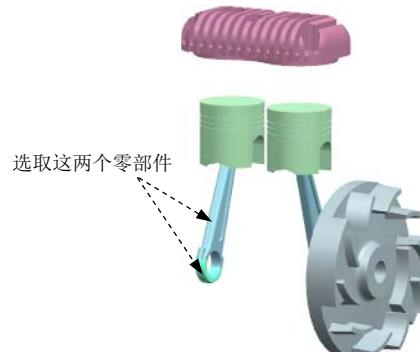

图 10.4.9 定义连杆 L008
(8) 定义连杆 L008。选取图 10.4.9 (此图将连杆 L002、连杆 L003 和连杆 L004 进行隐藏) 所示的组件 (共两个零件) 为连杆 L008，在“连杆”对话框中单击 **应用** 按钮。